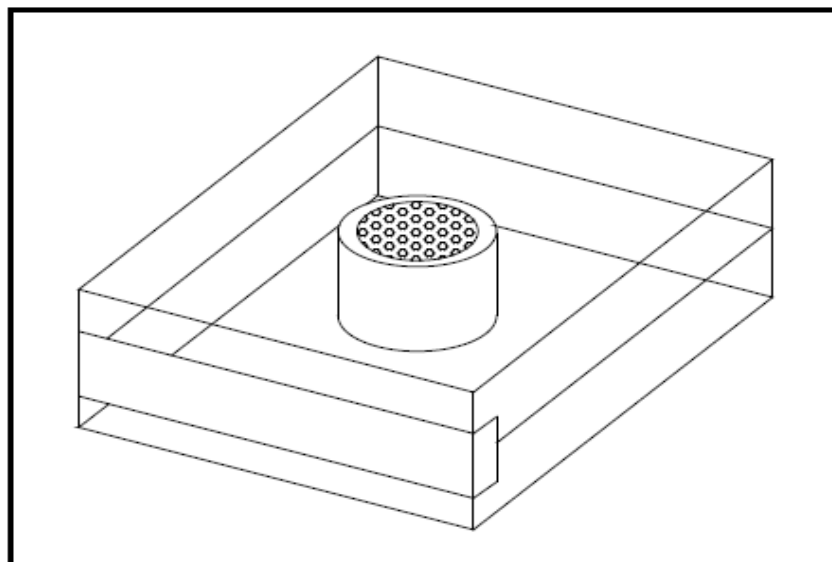

图 3 氧传感器包装
1. 将 OXY.IQ 传感器从包装盒（图 3）中取出，传感器是真空包装的，以防止空气进入。